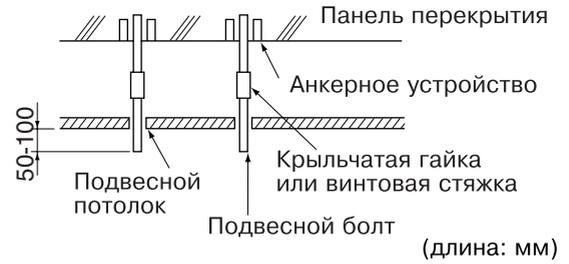

Рис. 3
2. Прodelайте отверстия для подвесных болтов, дренажного трубопровода и трубопровода хладагента и электрической проводки. (См. Рис. 3)